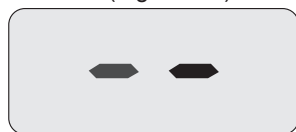
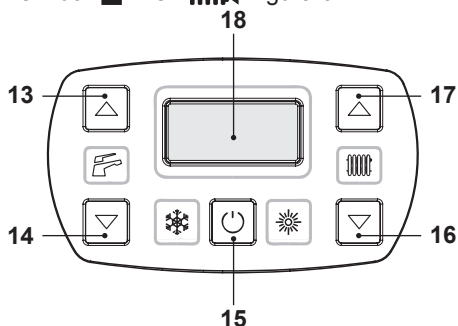

Figura 6.6
Figura 6.7
nando l'interruttore bipolare previsto in installazione Il display LCD visualizza il simbolo  (Figura 6.6).
- Tenere premuto per 2 secondi il tasto 15 fino a far apparire sul display entrambi i simboli  e  Figura 6.7.
- Spegner la caldaia tenendo premuto per 2 secondi il tasto 15 (Figura 6.7) fino a far apparire sul display LCD il simbolo  (Figura 6.6).